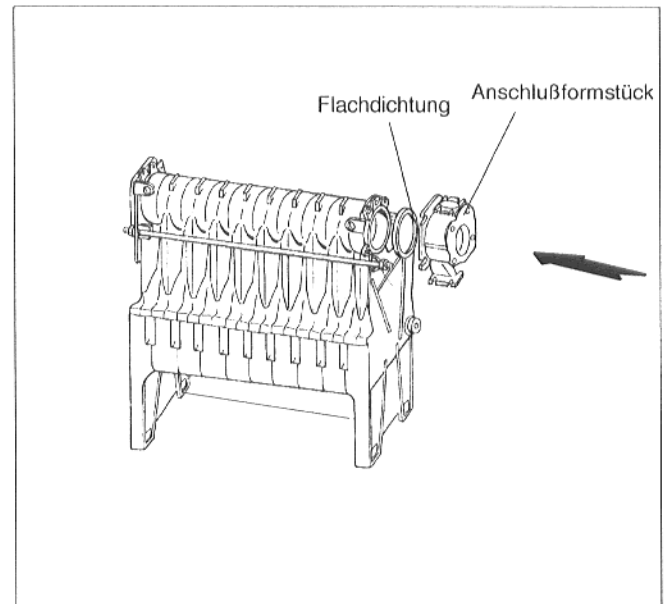

Abb.7
- Flachdichtung und Anschlußformstück an obere Nabe locker anziehen (Abb. 7, Montagematerial Verrohrung). Bei der Montage des Anschlußformstückes der Version mit Ringdrosselklappe muß sich die größere Öffnung (Rücklauf) unten befinden (Abb.8).